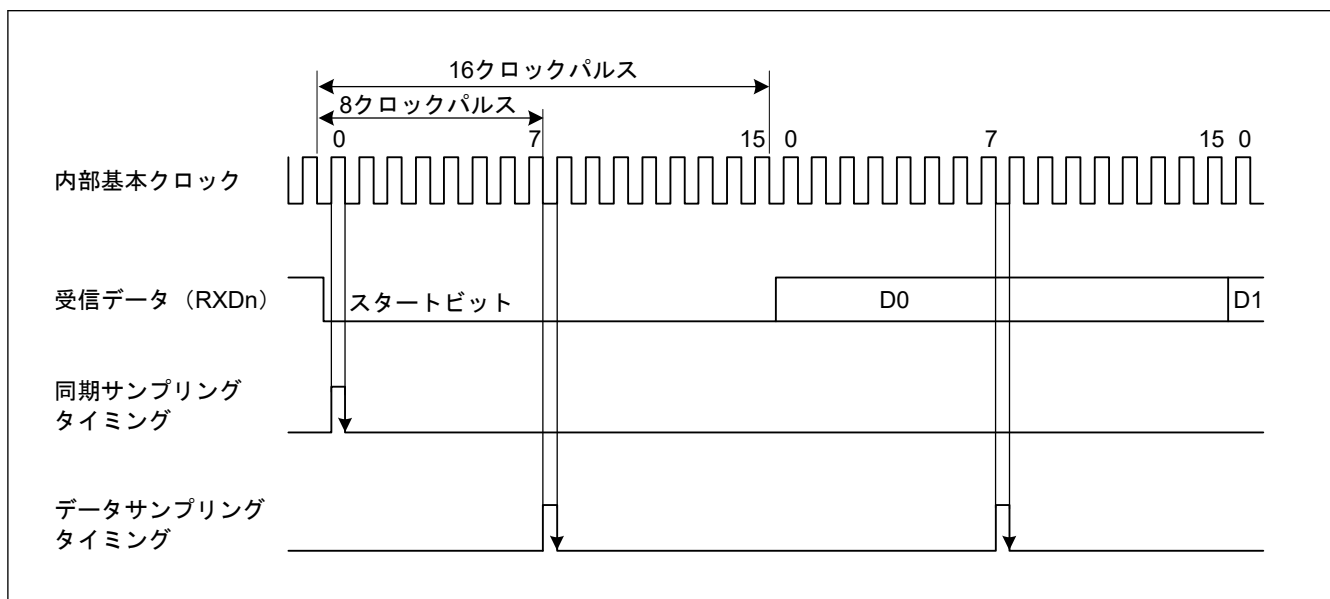

図 24.4 調歩同期式モードでの受信データサンプリングタイミング
また、図 24.4 に示すように、受信データは基本クロックの 8 パルス目(注1)の立ち上がりエッジでサンプリングされるため、各ビット（サンプリング時間を調整しない場合（SPTR.ASEN = 0））の途中でデータが取り込まれます。調歩同期式モードでの受信マージンは以下の式 (1) のように表すことができます。
スタートビットの決定条件は、Low 状態がビットの中間点より後ろまで続くことです。サンプリングタイミングと同様です。図 24.4 では、スタートビットを検出するためには Low 状態が 8 サイクルより長く続く必要があります。Low 状態が 8 サイクルより長く続かなかった場合は、IP はこれをノイズと判断します。したがって IP はスタートビットの受信待機をしません。